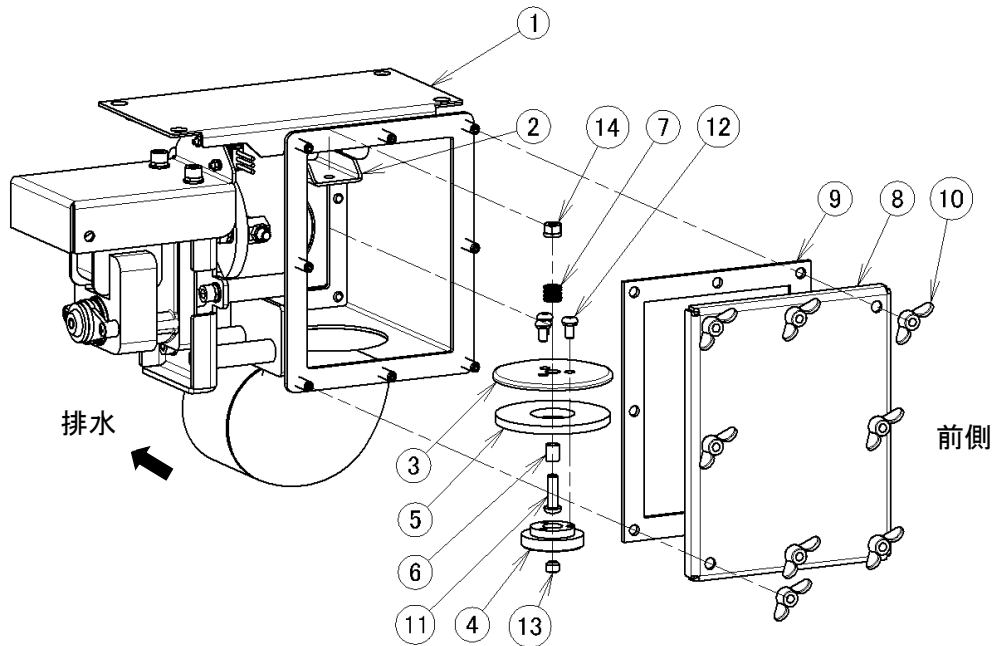

図 8-12
8. 3. 7 排水弁(図 8-12)
- ・ ⑧排水ボックス前板フタを開けると排水ボックス内の排水しきれなかった水が出て来ます。排水ボックスの下にトレーなどを置き作業すること。
- ・ ⑩蝶ナットを緩め、⑧排水ボックス前板フタと⑨排水ボックス前板パッキンを外します。
4) 排水弁ゴム板の交換(図 8-12,15,16)
- ・ ⑬六角穴付止めネジを緩め取り外します。
- ・ ④排水弁座ナットのネジ穴より六角レンチを挿入し⑪六角穴付ボタン小ネジに差し込みます。
- ・ ⑭SW・Nセットを緩め②水洗用弁ウデより排水弁ゴム板組立品(③④⑤⑫)を取り外します。
- ・ ⑥スペーサーリング⑦弁押えスプリングも同時に外れます。
- ・ 3箇所の⑫六角穴付ボタン小ネジを緩め⑤排水弁ゴム板を取り外し、新しい排水弁ゴム板に取り換え組み換えます。
- ・ 逆の手順で②水洗用弁ウデに排水弁ゴム板組立品を取付けます。
- ・ ⑬六角穴付止めネジは緩み止め剤を塗布し⑪六角穴付ボタン小ネジの頭に接触してから1/2～1回転緩めてセットします。